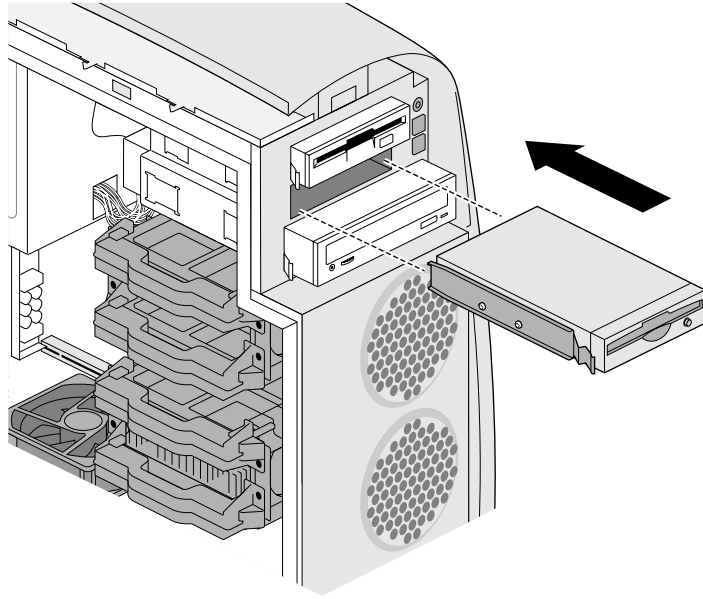

Figure 4-5 Installation du lecteur dans la baie
9. Glissez le lecteur dans la baie. La partie avant des deux coulisseaux rentre sans forcer dans la baie (voir Figure 4-5).
- Branchez le câble d'alimentation à l'arrière du lecteur de disquette. Le câble est conçu de telle sorte qu'il ne peut être inséré que d'une seule façon. Pour la connexion des câbles au lecteur de disquette, reportez-vous à la Figure 4-5.